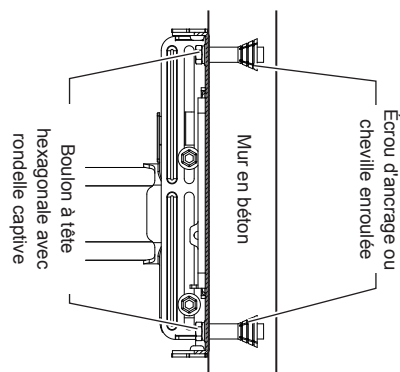

Fig.5
- Lors de l'installation sur un mur en béton (Fig.5)